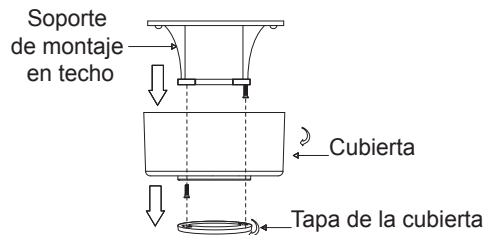

Fig. 5
**Paso 1.** Quita la cubierta inferior decorativa de la cubierta girándola hacia la izquierda. (Fig. 5)
**Paso 2.** Retira el soporte de montaje del techo de la cubierta quitando (y guardando) uno de los dos tornillos. Afloja el tornillo restante media vuelta. (Fig. 5)